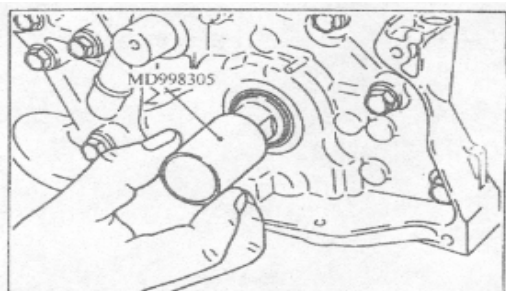

图 3-37
(2) 前油封的安装
- 如图 3-37, 将专用工具放在曲轴前端, 并在它的外周涂上发动机油。